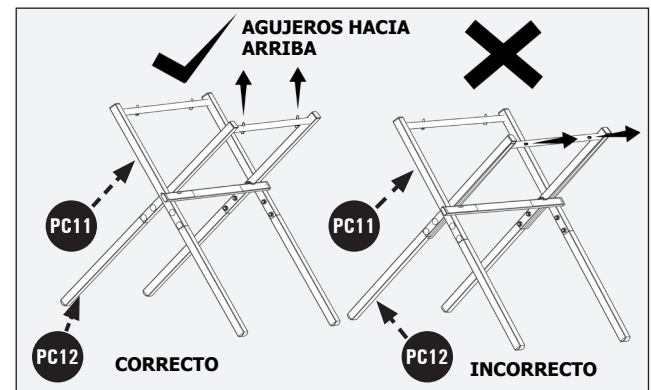

FIGURA 3
3. Los cuatro orificios deben mirar hacia arriba para montar el cuerpo de la sierra. Consulte la Figura 3 para ver la configuración correcta de las piezas del soporte.